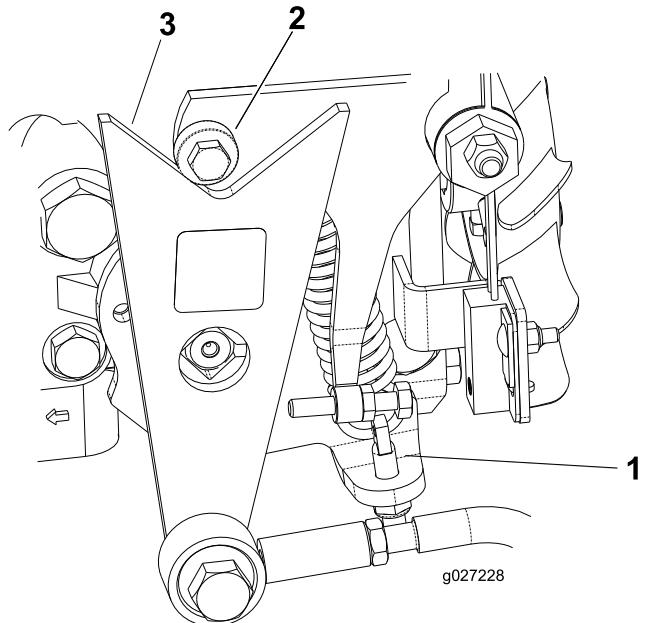

図 44
- ・ 回転方向が正しければ、エンジンを停止し、スプリング調整ピンのロックナットの調整を行う図44。走行系統のニュートラル調整を行う走行ドライブのニュートラル調整(ページ31)を参照。